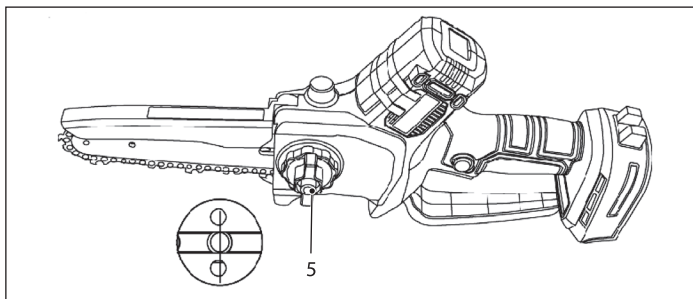

Рис. 1
1. Поверните фиксатор 5 против часовой стрелки, ослабляя соединение (рис. 1).